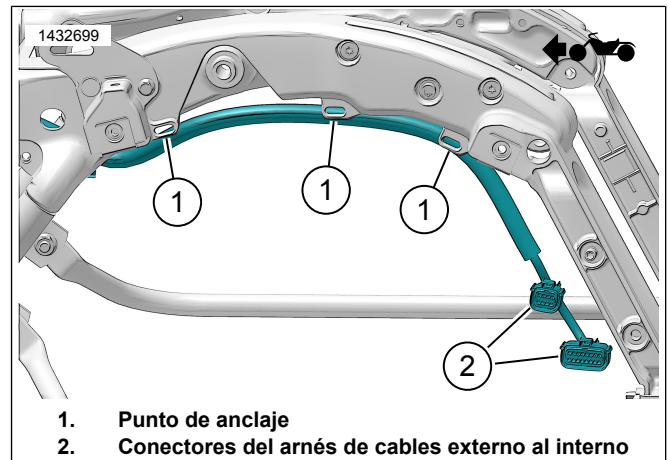

Figura 10. Disposición del arnés de cables externo (típico)
1. Consulte la Figura 10. Pase el arnés externo de la alforja a lo largo de la estructura. Instale el arnés en los puntos de anclaje (1) con correas de cables, sin apretarlo. No ajuste las correas de cables.
Consulte la Figura 10. En la alforja, conecte el arnés externo al arnés interno (2).